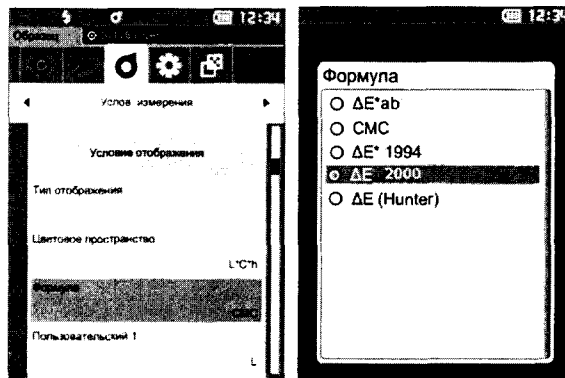

Рисунок 23
8.2.4.5 Нажмите клавишу «ESC». Выберите пункт «Формула», нажав на клавишу «Подтверждение». Выберите необходимую формулу цветового различия (рисунок 23) и подтвердите клавишей «Подтверждение».